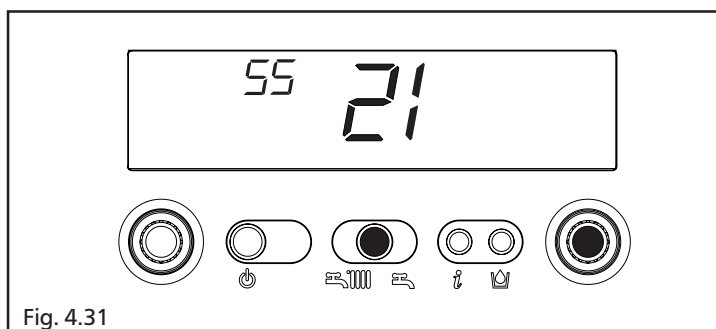

Fig. 4.31
- confermare il nuovo valore impostato premendo ENTER. I digit smettono di lampeggiare (fig. 4.31)